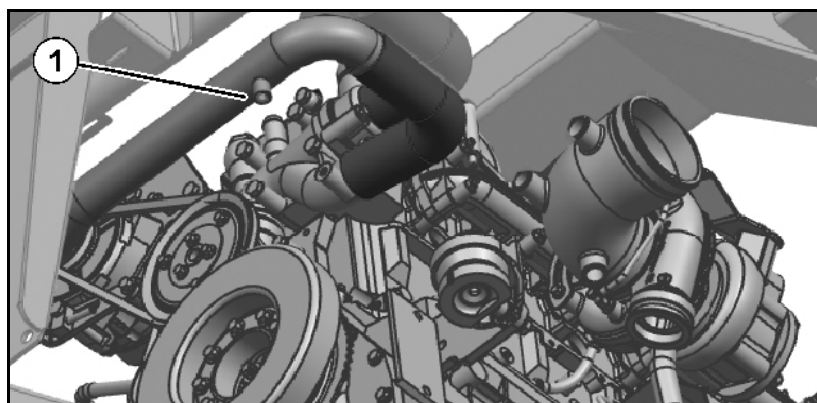

Fig. 148
1. Placer le bac de récupération sous la vis d'obturation (Fig. 148/1).